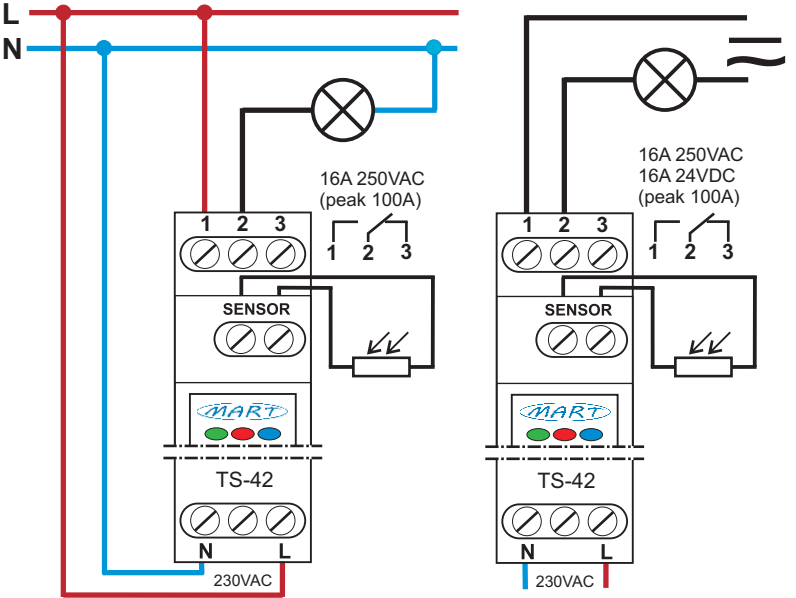

Bild 2: Anschlussschema des DÄMMERUNGSSCHALTERS TS-42-2
3. Schließen Sie die Verkabelung gemäß Schema an (Bild. 2)